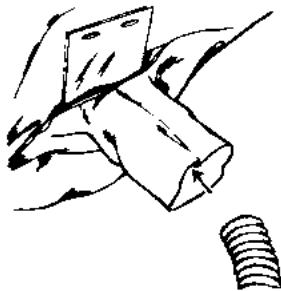

Figure 10
2. Enfoncez l'extrémité libre du tube de respiration dans le manchon d'entrée d'air de la cagoule sur douze centimètres environ (cf. la figure 10).